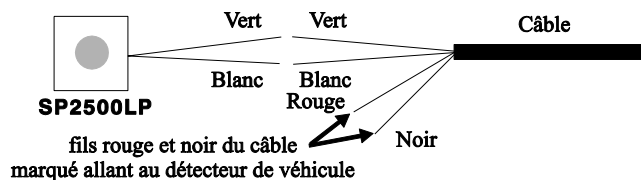

Figure 20. Connexions du câble SP2500LP
- À l'intérieur du poteau de haut-parleur, branchez les fils vert et blanc du câble approprié sur les fils provenant du haut-parleur, tel qu'illustré à la Figure 20. Ne branchez pas le fil de terre. Soudez la connexion et couvrez-la d'un capuchon de sertissage isolant.